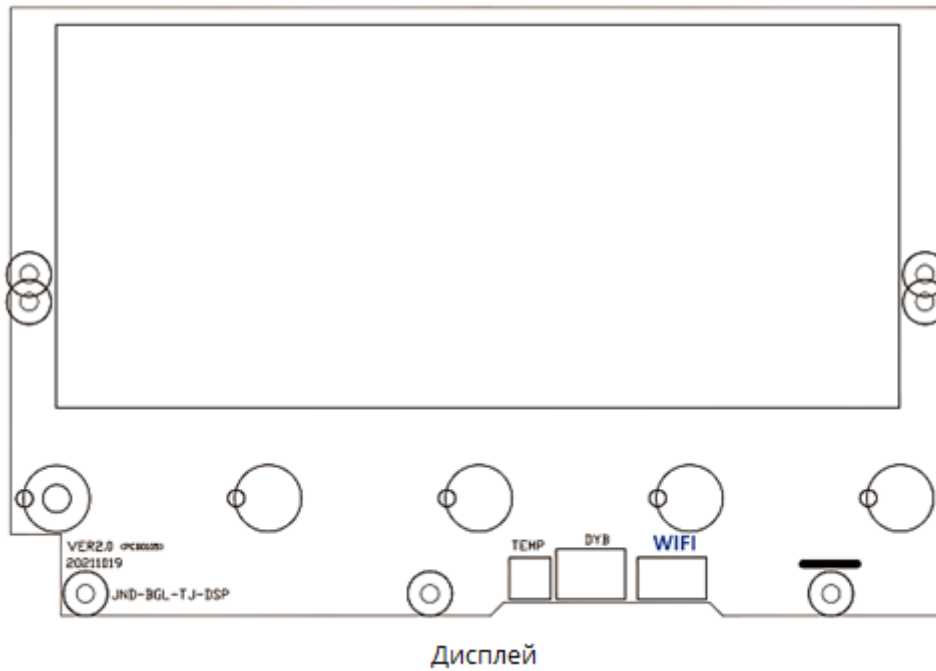

Рисунок 13
6.9 Підключення WIFI (опціонально) (рис.13)